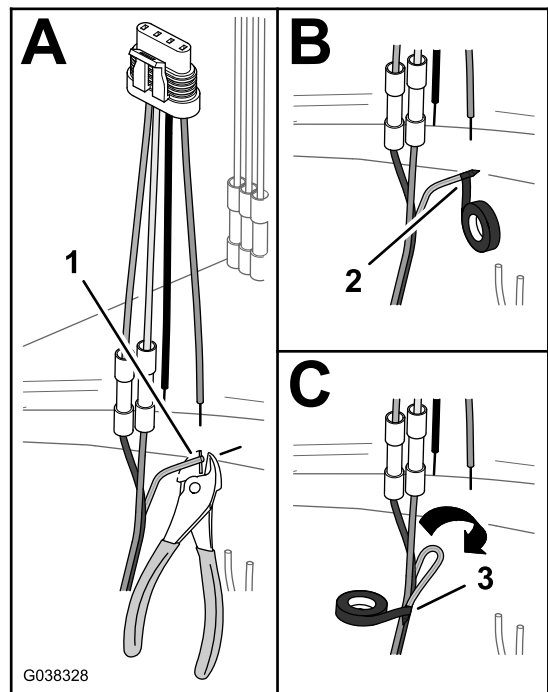

Bild 40
- A. Schneiden Sie die Leiter des grünen und gelben Kabels bündig mit der Isolierung ab (Bild 40).
- B. Umwickeln Sie das grüne und gelbe Kabel mit elektrischem Band, um die Kabel abzudichten (Bild 40).
- C. Falten Sie das grüne und gelbe Kabel mit dem braunen und blauen Kabel und wickeln die drei Kabel mit dem elektrischen Band zusammen (Bild 40).